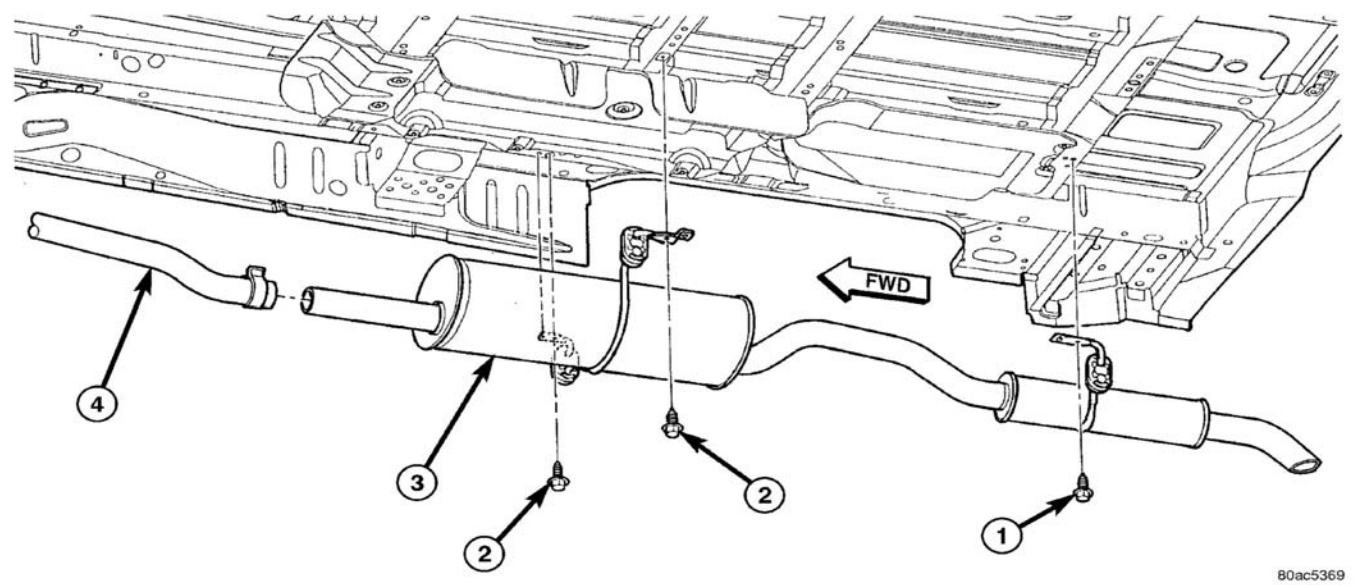

图 10 排气系统—典型的（所有车型）
- (1) 松开在消声器至转换器管连接处的管卡（图 10）。
- (2) 卸下排气吊钩至车身的螺丝（图 10）。
- (3) 将消声器管与转换器管分开。
- (4) 通过向前移动总成，并将共振器穿过后桥引到车身开口处卸下消声器/共振器总成。
- (5) 清理排气管或消音器末端，以确保所有零件吻合。丢弃开裂或磨损的减震块、生锈的夹具、支架及固定件。当需要更换排气系统的任何部件时，重要的是原厂件（或等同品）需用于下列条件下：
- (1) 通过将共振器引导在后桥和车身之间来安装消声器/共振器总成。
- (2) 将消声器管连接到转换器管上，但是不拧紧管卡（图 10）。
- (3) 将吊钩固定到车身，从共振器开始向前安装螺丝（图 10）。将吊钩螺丝拧紧至 28N •m(250in.lbs)。